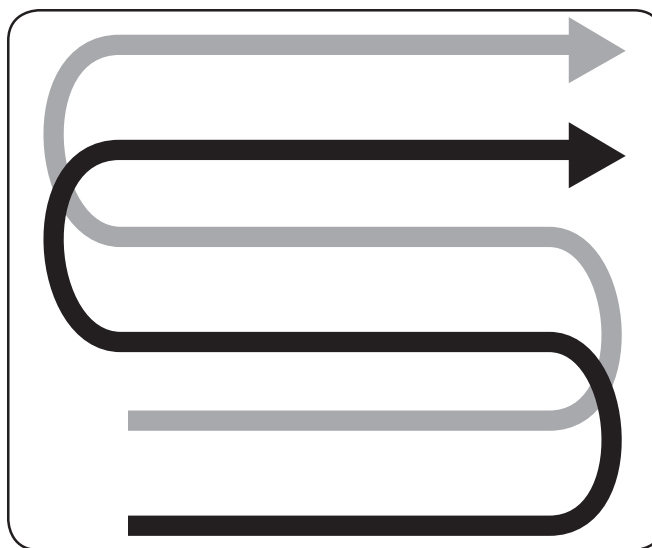

Figure 5-4
- Pour préparer un lit de semis, suivez le même tracé deux fois dans le premier rang, puis chevauchez le tracé par une demi-largeur de motoculteur pour tous les autres passages. Voir la Figure 5-4.